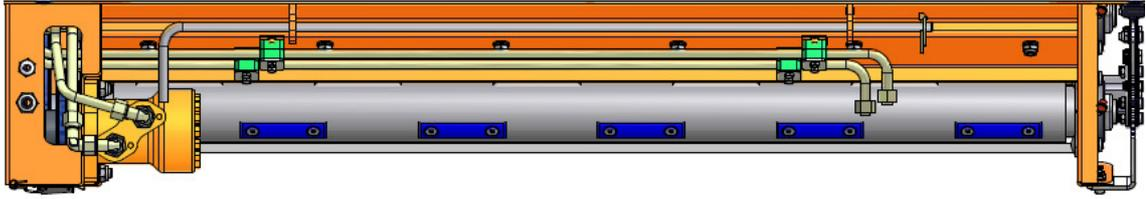

Abb. 12 Ausbringwelle
10. Wechsel der 15 bzw. 30 Nocken (Abb. 12, blau dargestellt) mit einem Innensechskantschlüssel SW 5